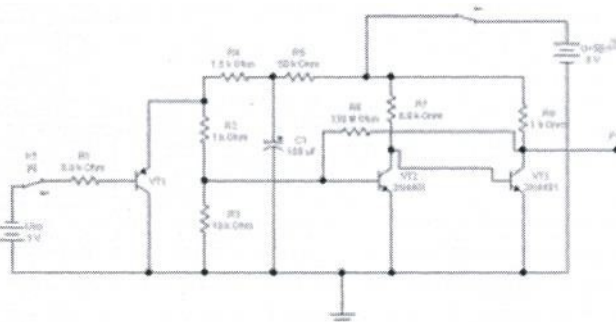

Рис. 5 Схема выработки сигнала PG. VT1-элемент схемы защиты от перенапряжений (защита по току); VT2-VT3-элемент задержки ждущий –мультивибратор.
1.2.3. Ознакомится с признаками исправной работы 2 варианта схемы выработки сигнала PG, для этого загрузить модель схемы - pg1.ewb. (Рис.5) Установить исходное состояние переключателей K1-вниз, K2-вверх. Выполнить подключение осциллографа к сигналу PG. Включить схему, переключив K2 в положение низ, имитируя поступление на схему выработанного БП напряжения +5В, ознакомится с работой схемы, выполнить, с помощью осциллографа, измерение времени задержки времени появления сигнала PG - t_{PG} , переключив K1 в положение вверх, имитируя поступление на схему защиты большого по величине сигнала ошибки, что соответствует короткому замыканию на выходе БП. Зарисовать полученные осциллограммы, отметив момент замыкания переключателя K1.